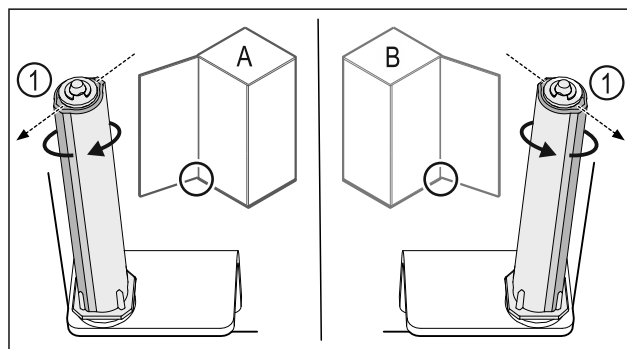

Fig. 44 Bal oldali ütköző (A) / Jobb oldali ütköző (B)
- ▶ Forgassa el a zárrendszert az ellenállással szemben, amíg a zárrendszer Fig. 44 (1) támasztója kifelé nem mutat.